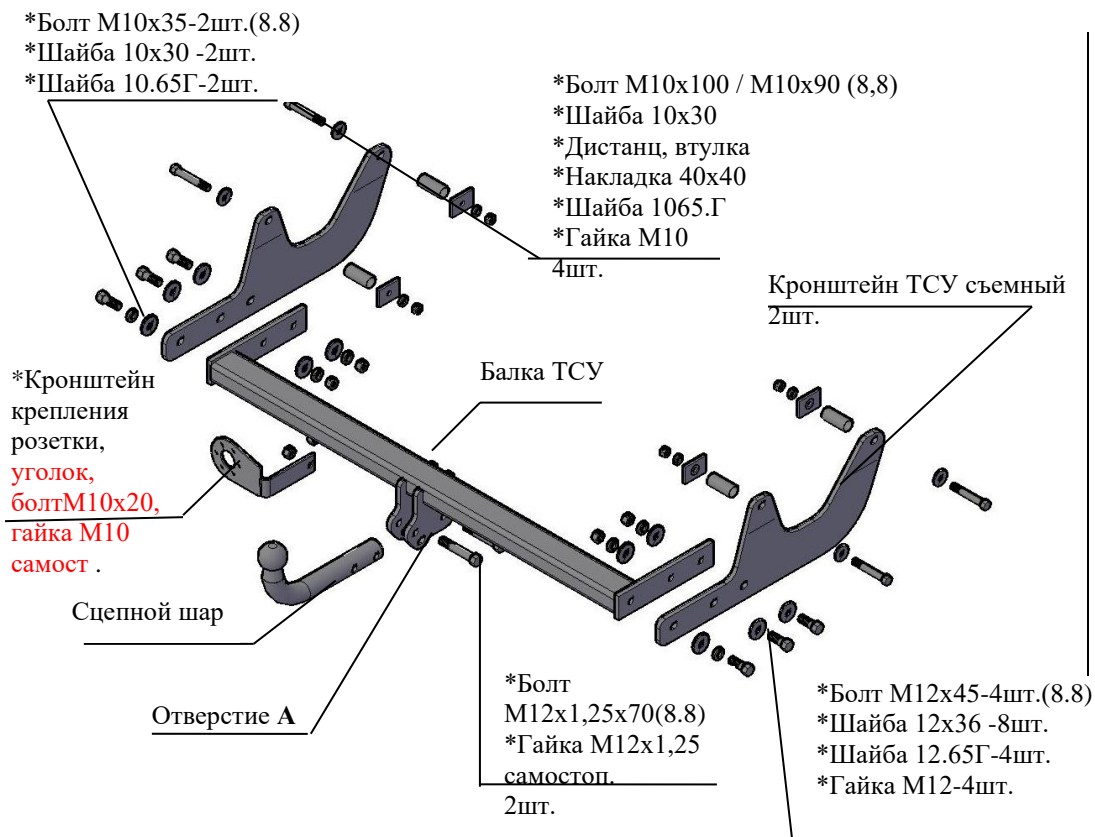

Рис.1 Тягово-сцепное устройство 2011.
2.1 ТСУ 2011.С в сборе (рис.1)	1 шт.
2.2 Пакет с комплектующими (см. рис.1)+ защитный колпак	1 шт.
4.2 Закрепить съемные кронштейны ТСУ к наружным полкам лонжеронов а/м болтами М10х100 (для Лада Ларгус Кросс – болтами М10х90), соблюдая положение болтов в соответствии с рис.1, внутрь лонжеронов установить дистанционные втулки, шайбы 10х30 установить под головки болтов, под гайки подложить накладку 40х40 и шайбы 10.65Г. Крепеж не затягивать.